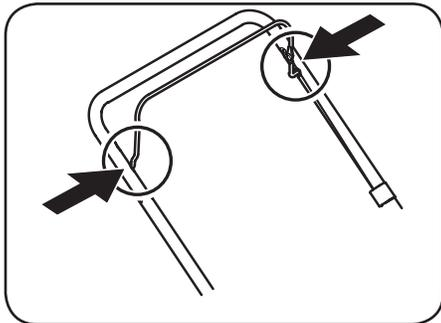

Figure 4-1
La commande de vitesse se trouve sur le côté gauche de la poignée supérieure et sert à sélectionner la vitesse en marche avant de la tondeuse. Voir l'encadré de la Figure 4-1.
1. Lubrifiez les points de pivot de la poignée de commande de la lame au moins une fois par saison avec une huile légère. La commande de la lame doit fonctionner facilement dans les deux sens. Voir la See Figure 4-1.